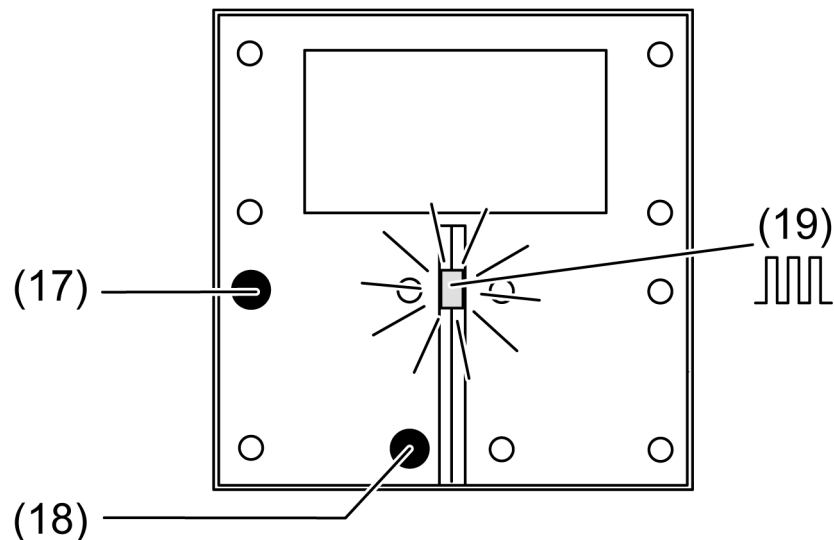

рисунок 4: Активация режима программирования
- Активация режима программирования: нажмите и удерживайте нажатой кнопку (17) (см. рисунок 4). Затем нажмите кнопку (18). Светодиод рабочего режима (19) быстро мигает.
- Запрограммируйте физический адрес. Светодиод рабочего режима (19) вернется в прежнее состояние – выкл., вкл. или медленное мигание.
- Нажмите и удерживайте левую кнопку вверх слева и вниз справа (см. рисунок 4).
- Нажмите и удерживайте кнопку (17) (см. рисунок 4). Затем нажмите кнопку (18) и удерживайте ее нажатой более 5 секунд до тех пор, пока светодиодный индикатор рабочего режима не начнет мигать быстро (ок. 4 Гц).